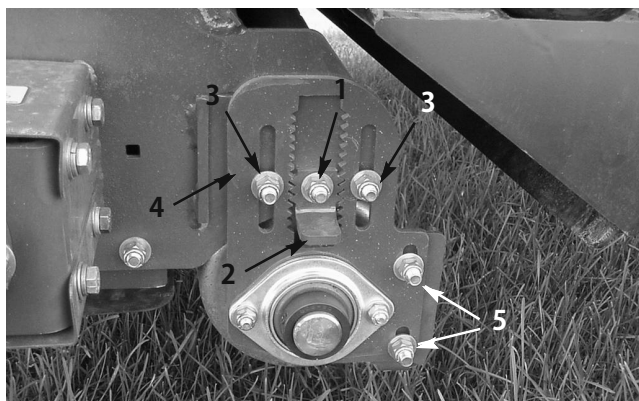

図29
4. ローラの高さ調整ロックナットをゆるめる (図29)。
5. 高さ調整キーを引き出し、ローラの高さ調整プレートを上下させて後ローラの高さ希望位置に調整する (図29)。
ローラ・スクレーパ (図29) は、スクレーパとローラとの間に 1.5 mm 程度の隙間ができるように調整します。ローラ・スクレーパの高さ調整ナットをゆるめ、ローラの高さを決めてナットで固定します。